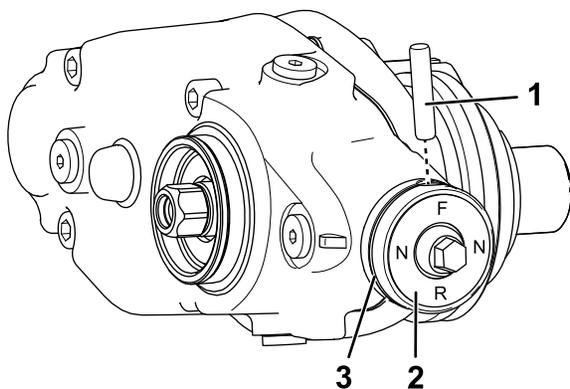

Figura 15
- Retire o anel de retenção do manípulo da embraiagem (Figura 15).
- Retire a cavilha de segurança que prende o manípulo da embraiagem ao eixo do atuador (Figura 15).
- Monte o manípulo da embraiagem no eixo do atuador com a cavilha de segurança (Figura 15).